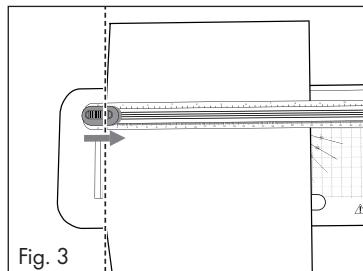

Fig. 3
- 3) Brug markeringerne på skærelinealen **1** til nøjagtig justering af papiret/folien, hvis du f.eks. vil afkorte det eller skære det på skrå (se fig. 3 og 4).